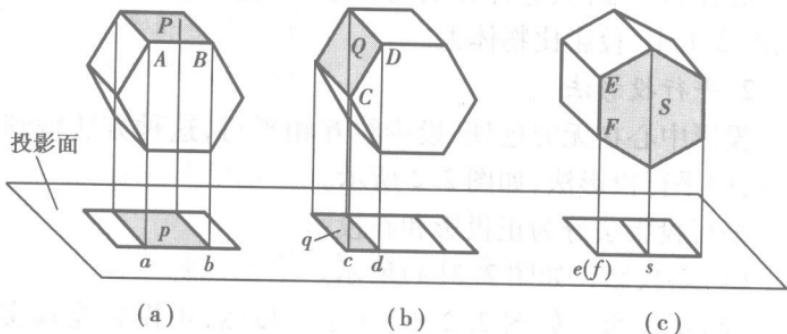

图 2.3 正投影的基本特性
正投影有三个基本特性,如图 2.3 所示。
(1) 真实性。物体上的平面(或直线)与投影面平行时,其投影反映实形(或实长),如图 2.3(a)所示。
(2) 积聚性。物体上的平面(或直线)与投影面垂直时,其投影积聚为一直线(或一点),如图 2.3(b)所示。
(3) 收缩性。物体上的平面(或直线)与投影面倾斜时,其投影缩小(或变短),并产生变形,如图 2.3(c)所示。